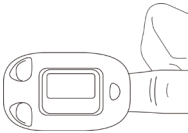

Figura 5 Posizionare il dito
2) Aprire il sensore come mostrato in figura 5.